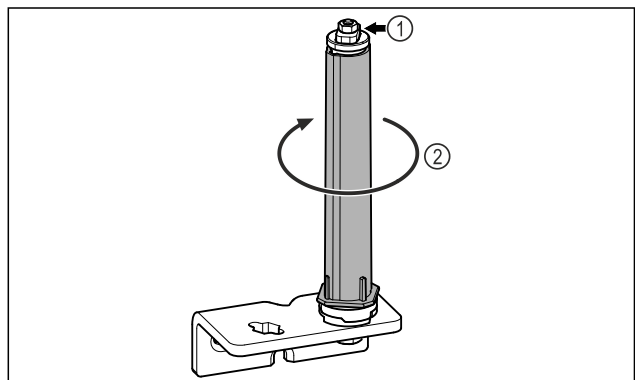

Fig. 21
- Nerozoberajte systém zatvárania dverí Fig. 21 (1).
- ▶ Otáčajte systém zatvárania Fig. 21 (2), kým nezacvakne.